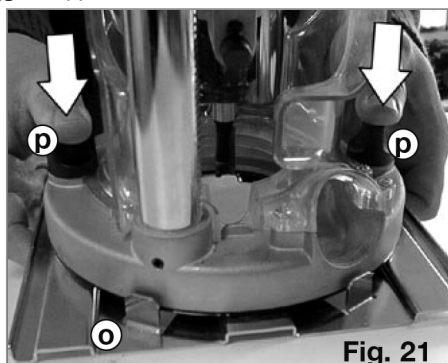

Fig. 21
3. Monterknapperne presses ned indtil bolthovederne er placeret i nøglehullerne hvorefter man lader overfræseren glide ned indtil den støder mod positionstakkerne. **Fig. 21.** Knapperne strammes omhyggeligt.